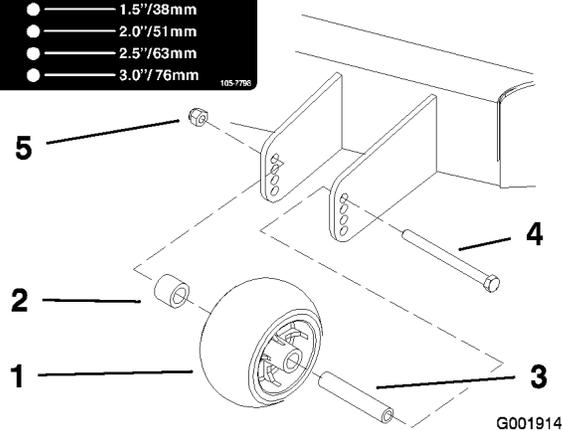
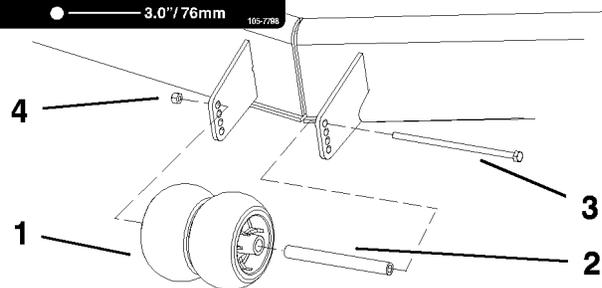

Figura 20
Figura 21
3. Después de ajustar la altura de corte, ajuste los rodillos retirando la tuerca con arandela prensada, el casquillo, el espaciador y el perno (Figura 20, Figura 21 , y Figura 50).
Nota: Los dos rodillos centrales no tendrán espaciador (Figura 21).
5. Instale la tuerca con arandela prensada, el casquillo, el espaciador y el perno. Apriete a 54-61 Nm (Figura 20, Figura 21 y Figura 50).